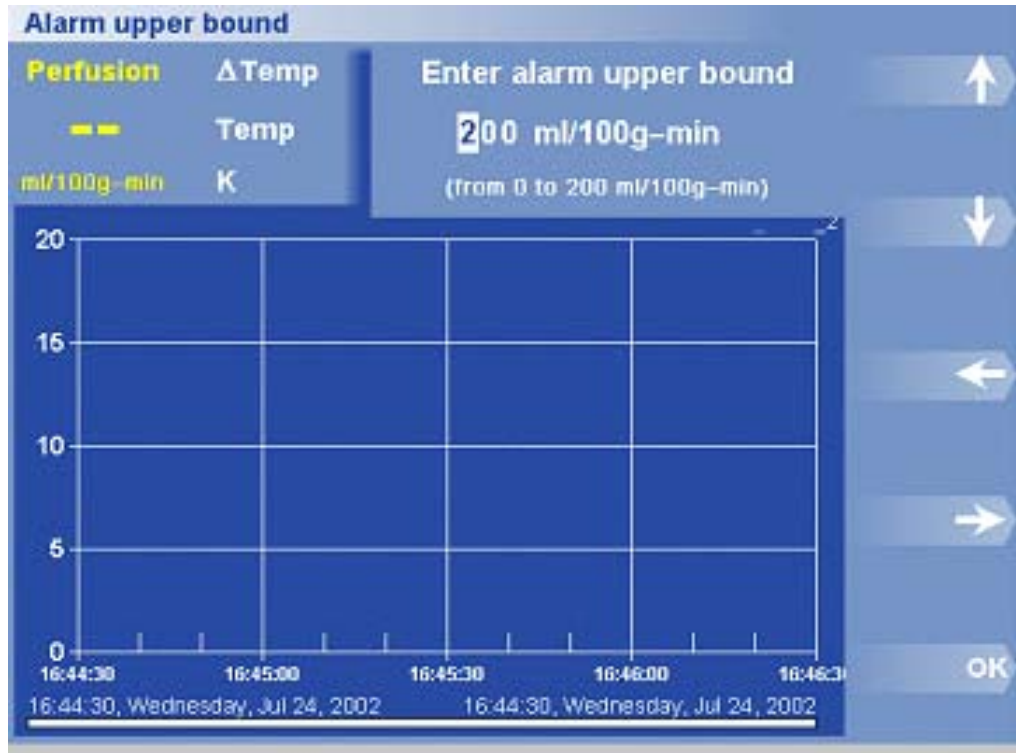

図 26 アラーム上限ダイアログボックスおよびメニュー
3. Value (値) を押します。上限ダイアログボックスが表示されます (図 26)。矢印ボタンを使用して、アラームの上限を設定します。